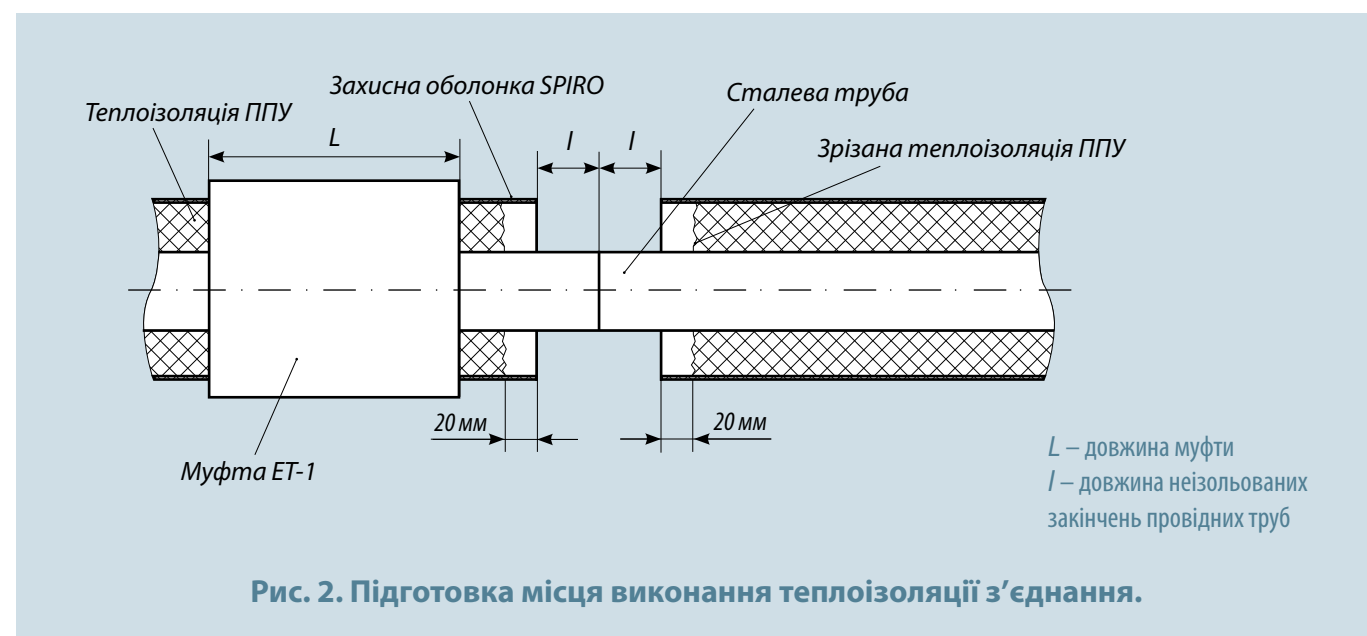

Рис. 2. Підготовка місця виконання теплоізоляції з'єднання.
2.2.2 На торцях теплоізованих елементів зрізати шар ППУ ізоляції на глибину приблизно 20 мм (рис. 2).